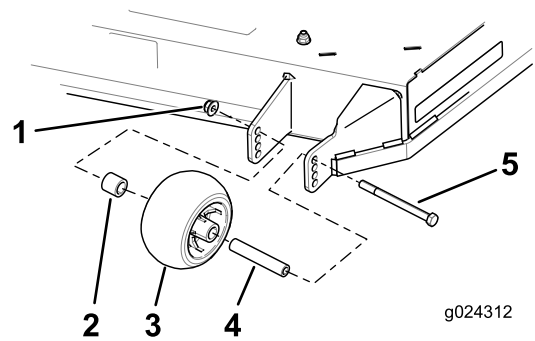

Bild 24
4. Fluchten Sie die Schraube und Antiskalpierrolle im Loch in der Halterung aus, das der Schnitthöhe am besten entspricht (Bild 24).
5. Stecken Sie die Schraube in das Halterungsloch und befestigen Sie die Schraube und Antiskalpierrolle mit der Bundmutter (Bild 24).
3. Entfernen Sie die Bundmutter, die Antiskalpierrolle und die Schraube von der Halterung (Bild 24).